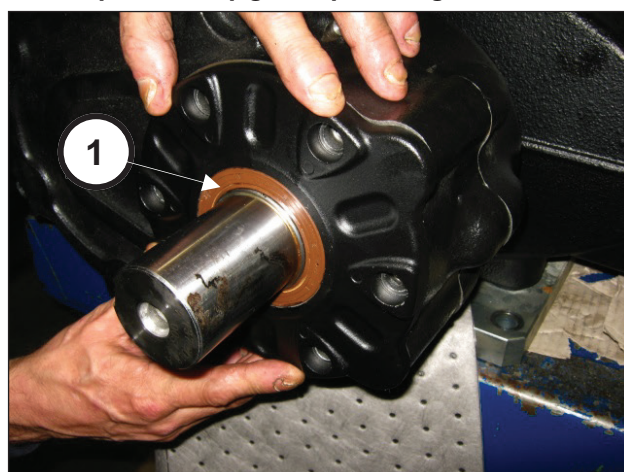

Fig. 94
Per evitare di danneggiare il paraolio prestare particolare attenzione all'inserimento della paraolio sul pignone (pos. ①, Fig. 94)